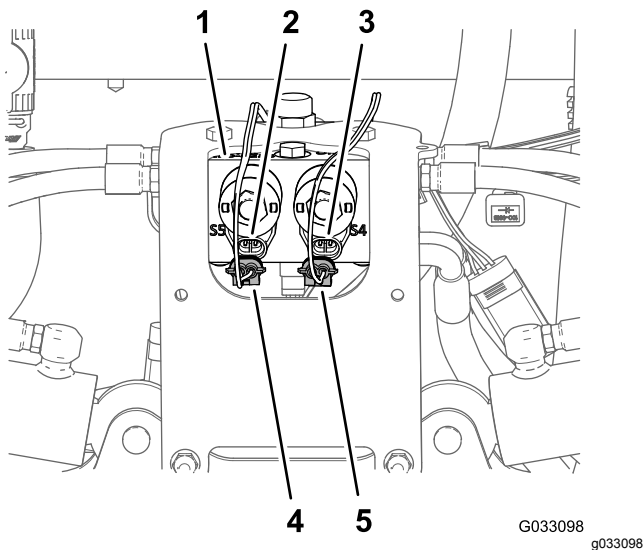

Figura 31
1. Desligue o conector de 2 pinos da cablagem do Sonic Boom do conector de 2 pinos do solenoide de ativação do cilindro direito do coletor do cilindro de elevação (Figura 31).
2. Desligue o conector de 2 pinos da cablagem do Sonic Boom do conector de 2 pinos do solenoide de ativação do cilindro esquerdo do coletor do cilindro de elevação (Figura 31).